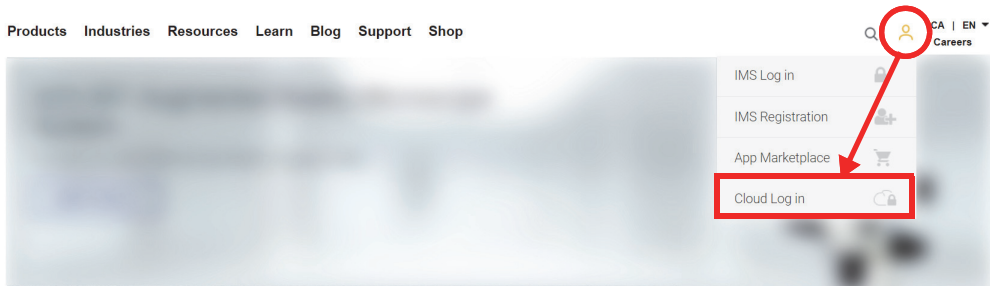

Figure 9-5 Cloud Log in (Connexion à l'OSC)
- Si vous devez créer un nouveau compte sur l'OSC, rendez-vous sur www.olympus-ims.com et cliquez sur **Cloud Log in** (Connexion à l'OSC) pour créer votre compte (Figure 9-5 à la page 242).